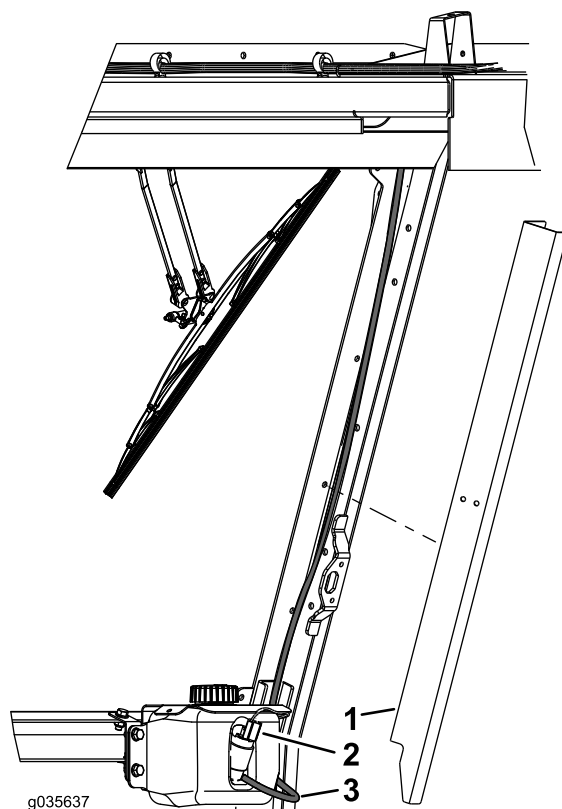

**Figure 7**
2. Fixez le réservoir au support à l'aide de 4 boulons (5/16" x 3/4") et 4 écrous à embase (5/16"), comme montré à la Figure 7.